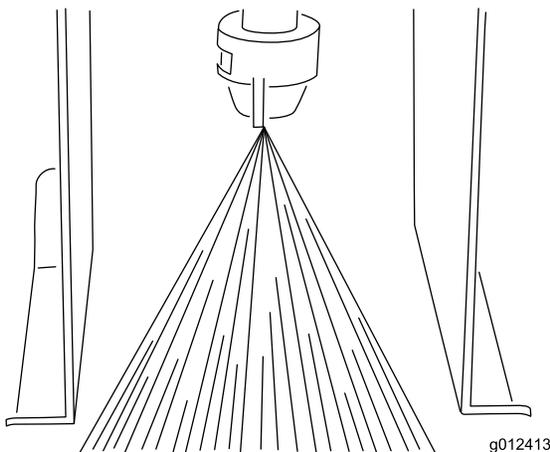

Bild 25
5. Heben Sie das Düsenrohr an oder senken es ab, bis die Farbe gerade unter die Schutzbleche sprüht (Bild 25).